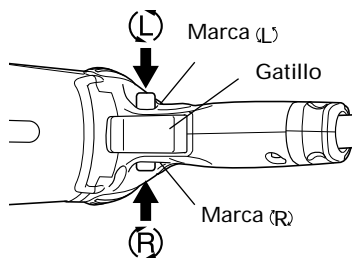

Fig. 7
9. Verifique la dirección de rotación (Fig. 7).